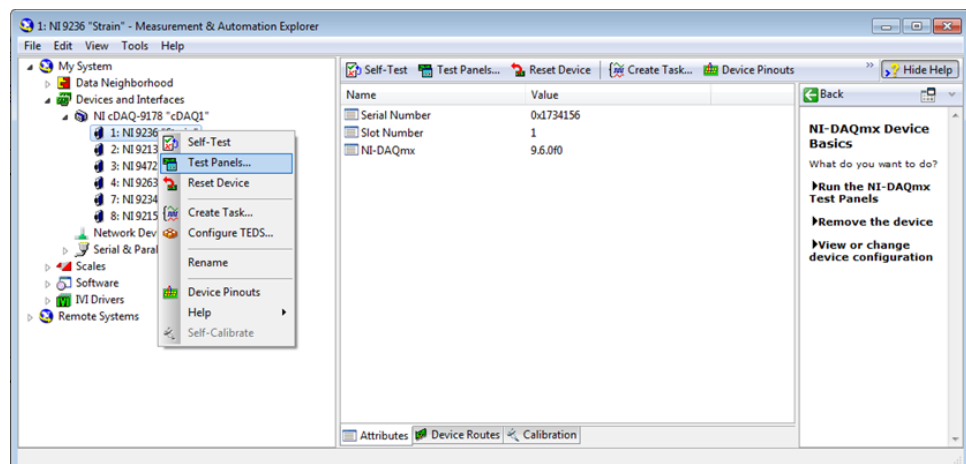

Figura 3. Selecione Test Panels para abrir um utilitário simples para verificar a conectividade do sinal.
6. Clique em **Start**. O painel de teste deve se assemelhar à figura 3.